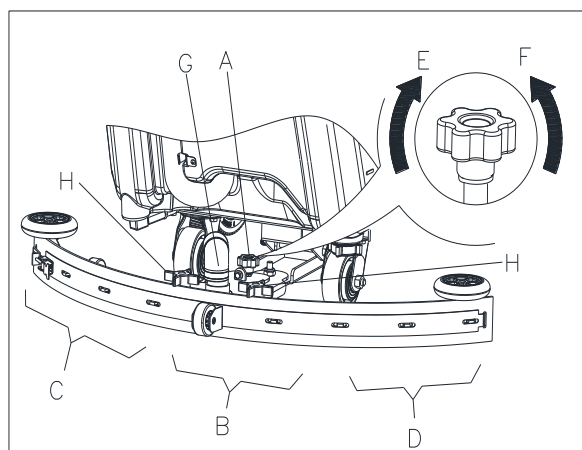

Figure 11
1. Poser l'embouchure et serrer l'écrou (H, Figure 11), puis raccorder le tuyau d'aspiration (G) à l'embouchure.
2. Régler l'embouchure par la poignée de réglage (A, Figure 11).
- a) S'il y a un écart entre le sol et la section centrale de la lame arrière de l'embouchure (B), régler le bouton (A) dans le sens anti-horaire (F) jusqu'à ce que toutes les sections de lamelle arrière de l'embouchure soient bien au contact du sol, la lamelle avant touchant légèrement le sol.
- c) S'il y a un écart entre le sol et les deux extrémités de la lamelle arrière (C et D), régler le bouton (A) dans le sens horaire (E) jusqu'à ce que toutes les sections de lamelle arrière de l'embouchure soient bien au contact du sol, la lamelle avant touchant légèrement le sol.